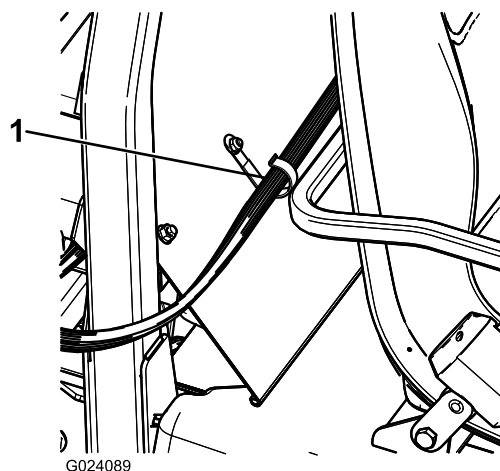

図 17
5. Jクリップ 2 個を運転席後ろに取り付ける ボルト 1/4 x 1" 1 本とナット 1/4" 1 本を使用する 図 17。